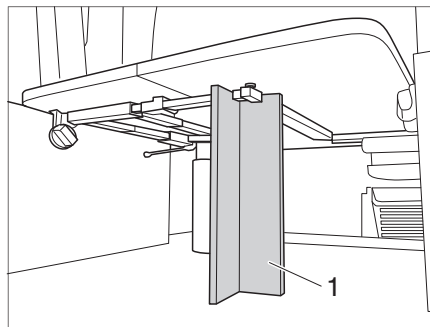

Bild 118 Holzstütze
- Tischplatte auf die Abstützkante schieben und Holzstütze (Bild 118,1) unter den Tisch stellen.